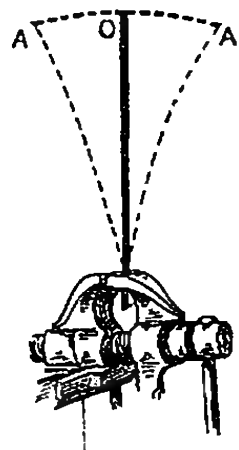

Fig. 539. — Vibration d'une lame d'acier.
8. Le son est produit par les vibrations d'un corps. — Si on fixe dans un étau une lame d'acier O (fig. 539) et qu'on l'écarte avec le doigt, puis qu'on l'abandonne, elle exécute une série de mouvements de va-et-vient A A', appelés *vibrations*. Si ces vibrations se succèdent assez rapidement, elles produisent un *son*. De même une corde fortement tendue AB vibre et produit un son lorsqu'on la tire avec le doigt, puis qu'on l'abandonne (fig. 540). — Les corps *sonores* en vibrant produisent un son.